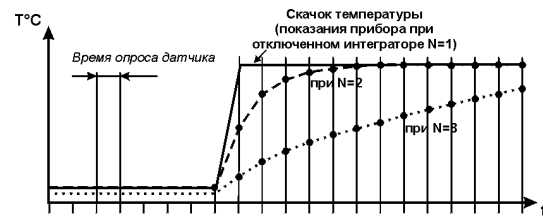

Рис. 8
3.1.3.2. Параметр "глубина фильтра" b0-3 позволяет добиться более плавного изменения показаний прибора. В этом параметре задается количество последних N измерений, из значений которых прибор вычисляет среднее арифметическое. Полученная величина поступает на вход ЛУ. При значении параметра равном 1 фильтр выключен. Действие параметра "глубина фильтра" показано на рис. 8. Уменьшение значения N приводит к более быстрой реакции прибора на скачкообразные изменения контролируемой величины, но снижает помехозащищенность измерительного тракта. Увеличение значения N приводит к улучшению помехозащищенности, но вместе с этим повышает инерционность прибора.